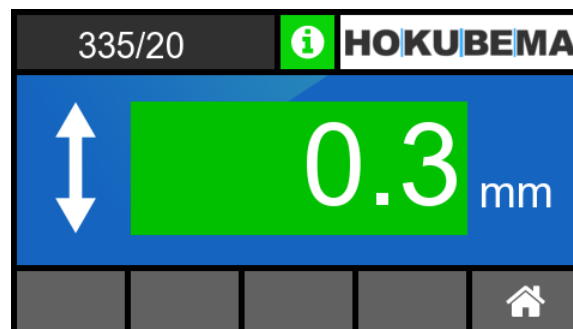

Figure 40 : la prise de copeaux doit être calibrée
- Si ce n'est pas le cas (voir l'exemple sur ⇒ Figure 40), l'unité doit être calibrée à nouveau.
- Pour remettre l'affichage à la valeur de calibrage de 0,0 mm, il faut appuyer 1 fois sur le bouton « **Set** » → L'affichage revient au mode normal (voir ⇒ Figure 40) et indique maintenant 0,0 mm.
- Appuyez ensuite sur le bouton « **Set** » pour calibrer l'affichage à la nouvelle valeur définie. → L'affichage revient au mode normal (voir ⇒ Figure 40) et indique maintenant 0,0 mm.